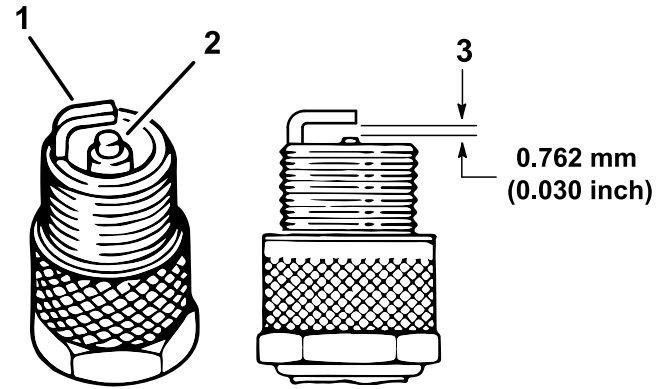

Figure 46
4. Vérifiez l'état des électrodes latérale et centrale, ainsi que de l'isolateur de l'électrode centrale (Figure 46).
5. Réglez l'écartement entre les électrodes centrale et latérale à 0,762 mm, comme illustré à la Figure 46.